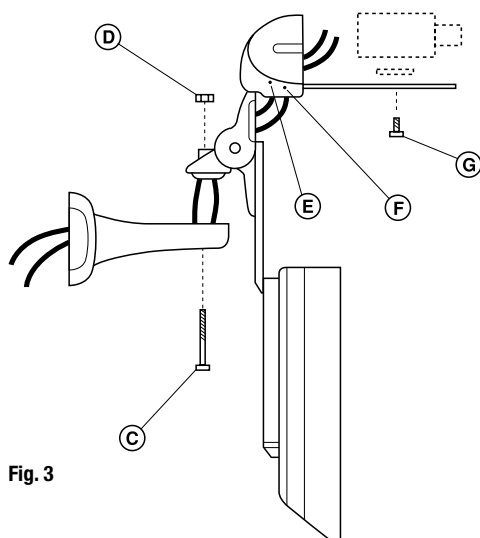

Fig. 3
6. Pasar los cables por la rótula y unirla al soporte con la ayuda del tornillo (C) y la tuerca (D) (Fig. 3).
8. Pasar los cables por la membrana (E) y atornillar los dos tornillos que se encuentran en el centro de las placas (F) (Fig. 3).
10. Fijar la cámara (eventualmente con los elevadores) a los carriles internos con la ayuda del tornillo (G) y de la arandela aislante correspondiente (Fig. 3).